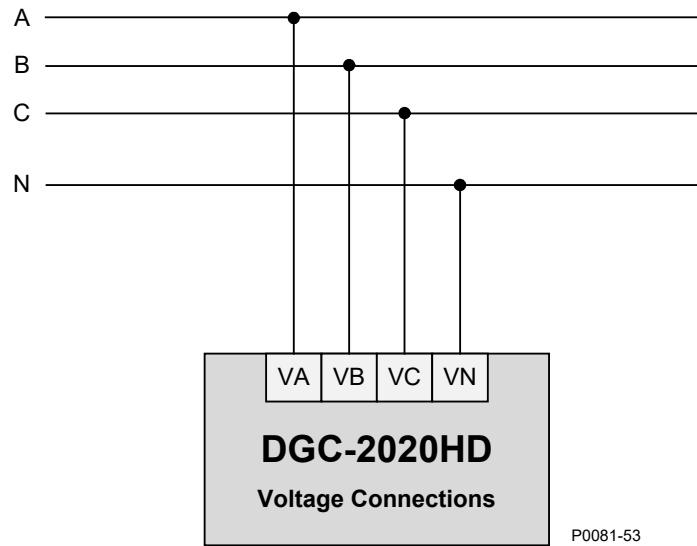

Figura 3-2. Conexiones de detección de tensión del bus trifásico en estrella
- Trifásica en estrellaFigura 3-2
La Figura 3-2 muestra conexiones trifásicas en estrella típicas para todas las conexiones de detección de tensión en el bus del DGC-2020HD: Generador, Bus 1 y Bus 2. Utilice los números de terminales enumerados a continuación para conectar el tipo de bus deseado. Para obtener las numeraciones de terminales del panel trasero, consulte el capítulo *Terminales y conectores*.